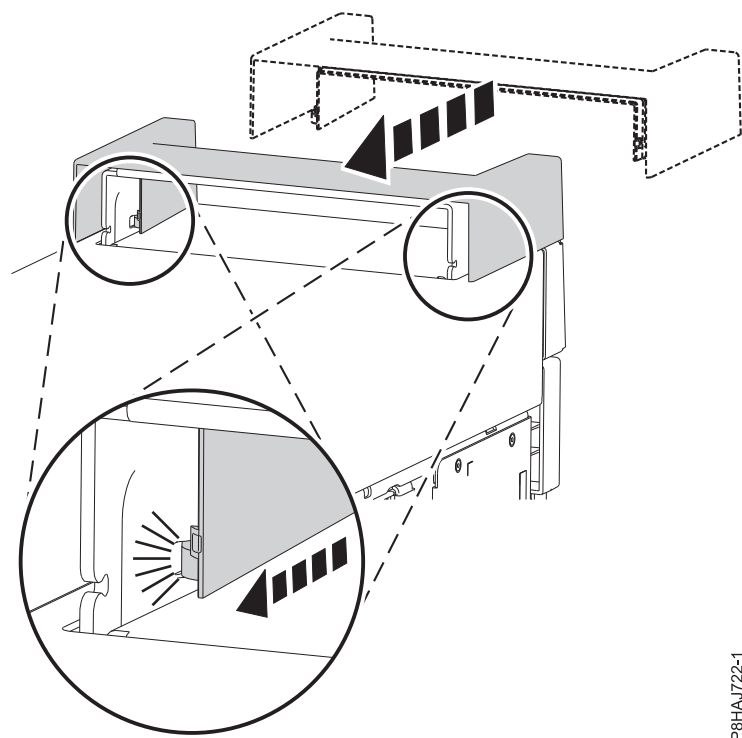

Figura 36. Fixar a tampa da pega num sistema autónomo 8286-41A
1. Fixe a tampa da pega à base de acoplamento RDX interna (FC EUA3) ao a arrastar para a parte posterior do sistema. Consulte Figura 36.